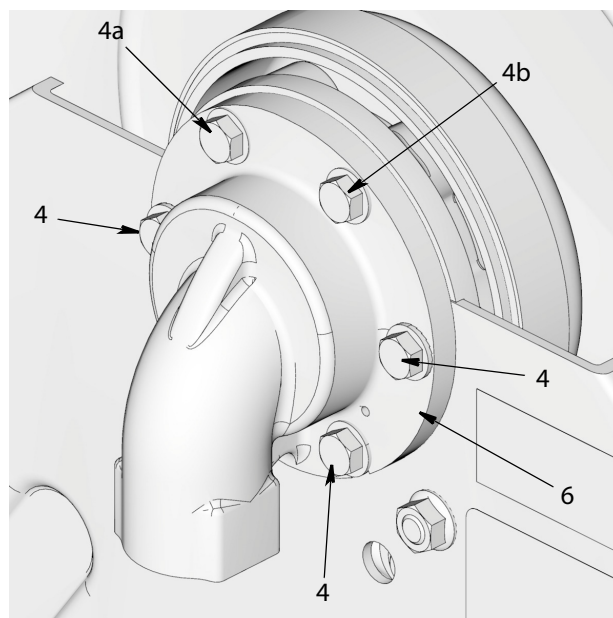

Рис. 3
Следующие шаги см. на Рис. 3.
3. Извлеките болты (4).
4. Извлеките и поверните вертлюг (6) в необходимое положение.
5. Сначала установите 2 верхних болта (4a и 4b), как показано на Рис. 3. Затяните болты с усилием, достаточным для удержания всех деталей на месте.
6. Затем установите оставшиеся болты (4). Затяните вручную с усилием 33,9–47,45 Н·м (25–35 футофунтов).